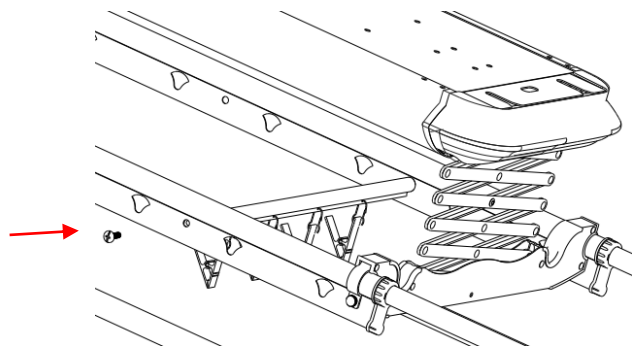

图 7
11. 安装横向衣杆组件：拧开横向衣杆两端螺钉，在固定衣杆上面找到两个平行的孔位，平拖横向衣杆组件然后锁紧。（如图 7）